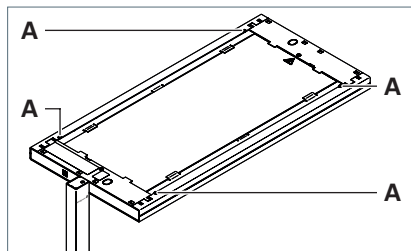

Fig. 18: Punti oggetto del controllo (DGUV V3).
- Controllare in alto sulla testa dell'apparecchio su una delle viti lisce **A**, vedi Fig. 18.